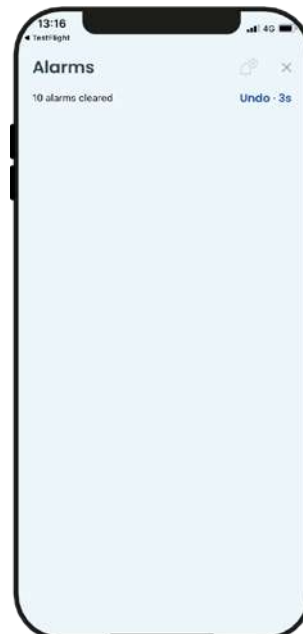

fig. 2a
Pour annuler les alarmes passées et inactives, appuyez sur le symbole (48). La fenêtre de la fig. 2a apparaîtra, représentant un compte à rebours qui, s'il n'est pas arrêté en appuyant sur « Undo », conduira à la liste d'alarmes historiques vide de la fig. 2b.